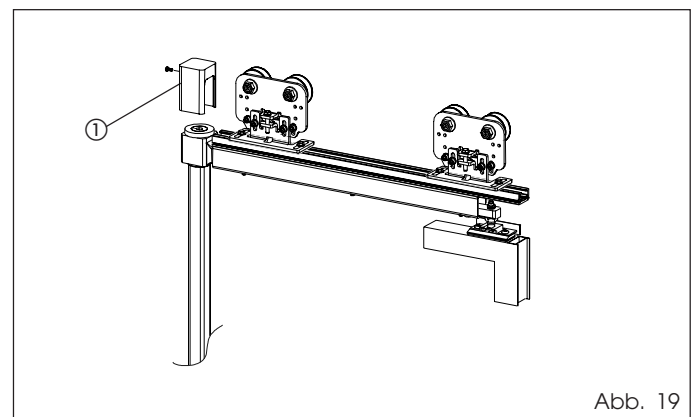

Abb. 19
Den Verschluss mit der mitgelieferten Schraube montieren (Abb. 19 Bez. ①).